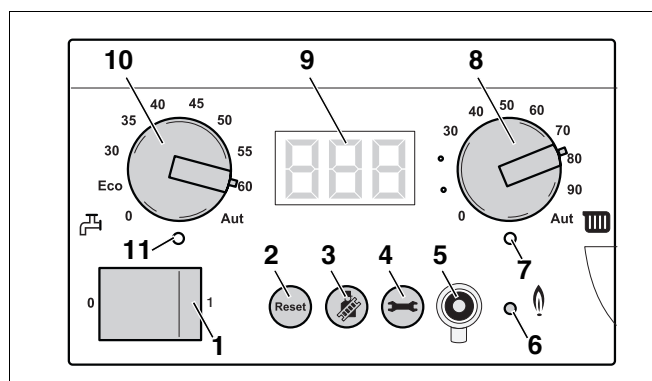

Рис. 87 Главный регулятор BC10
- Выключить отопительную установку пусковым выключателем на главном регуляторе Logamatic BC10 (рис. 87, поз. 1).
- Включить отопительную установку пусковым выключателем на главном регуляторе Logamatic BC10 (рис. 87, поз. 1).
- Нажать кнопку "Трубочист" (рис. 87, поз. 3) и удерживать нажатой (примерно две секунды), пока справа внизу на дисплее не появится точка (рис. 87, поз. 9). См. также таб. 9, "Тест дымовых газов", стр. 48.
- После того, как светодиод "Горелка" (рис. 87, поз. 6) загорится, подождать одну минуту, пока отопительный котел не достигнет своей полной нагрузки.
- Нажать кнопку "Трубочист" (рис. 87, **поз. 3**), чтобы завершить процедуру измерения. См. также таб. 9, "Тест дымовых газов", стр. 48.
- Выключить отопительную установку пусковым выключателем на главном регуляторе Logamatic BC10 (рис. 87, **поз. 1**).
- Включить отопительную установку пусковым выключателем на главном регуляторе Logamatic BC10 (рис. 87, **поз. 1**).